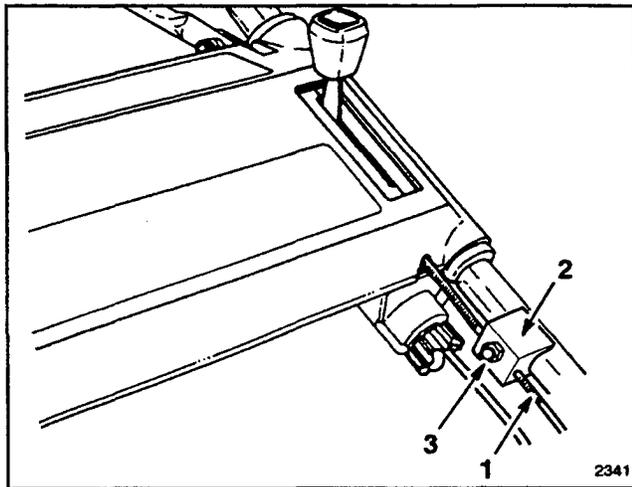

Abbildung 19
3. KABEL EINSTELLEN (Abb. 19)—Die Mutter am Kabelhaltebügel lösen. Einen 1/8" starken Gegenstand zwischen Brems-Kontrollbügel und Griff stecken. Den Kabelschlauch nach unten ziehen, bis das Spiel vollständig aus dem Draht beseitigt ist. Dann die Mutter am Kabelhaltebügel anziehen.